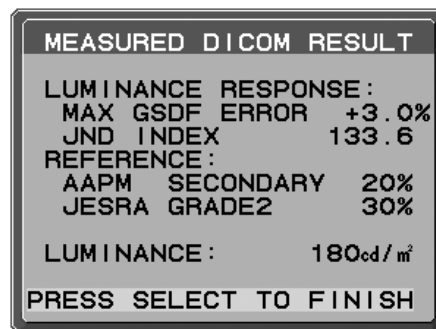

Figure D.2
4. Le message RÉSULTAT MESURÉ DICOM s'affiche (**Figure D.2**). Vous pouvez définir la DATE et l'HEURE grâce aux touches de commande. Appuyez ensuite sur SELECT.